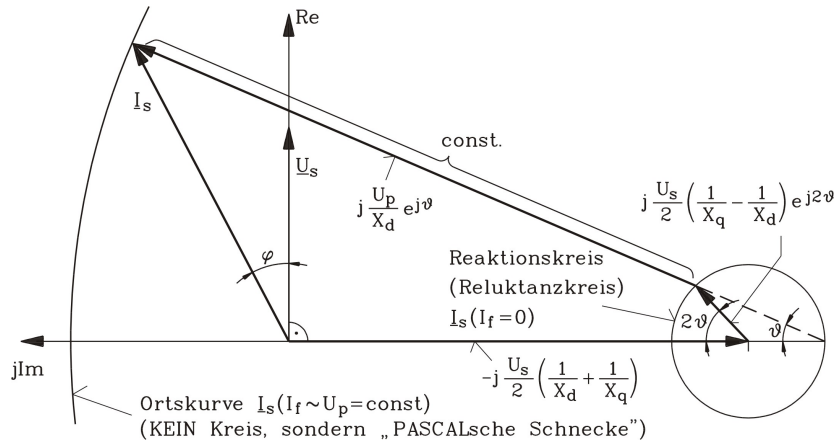
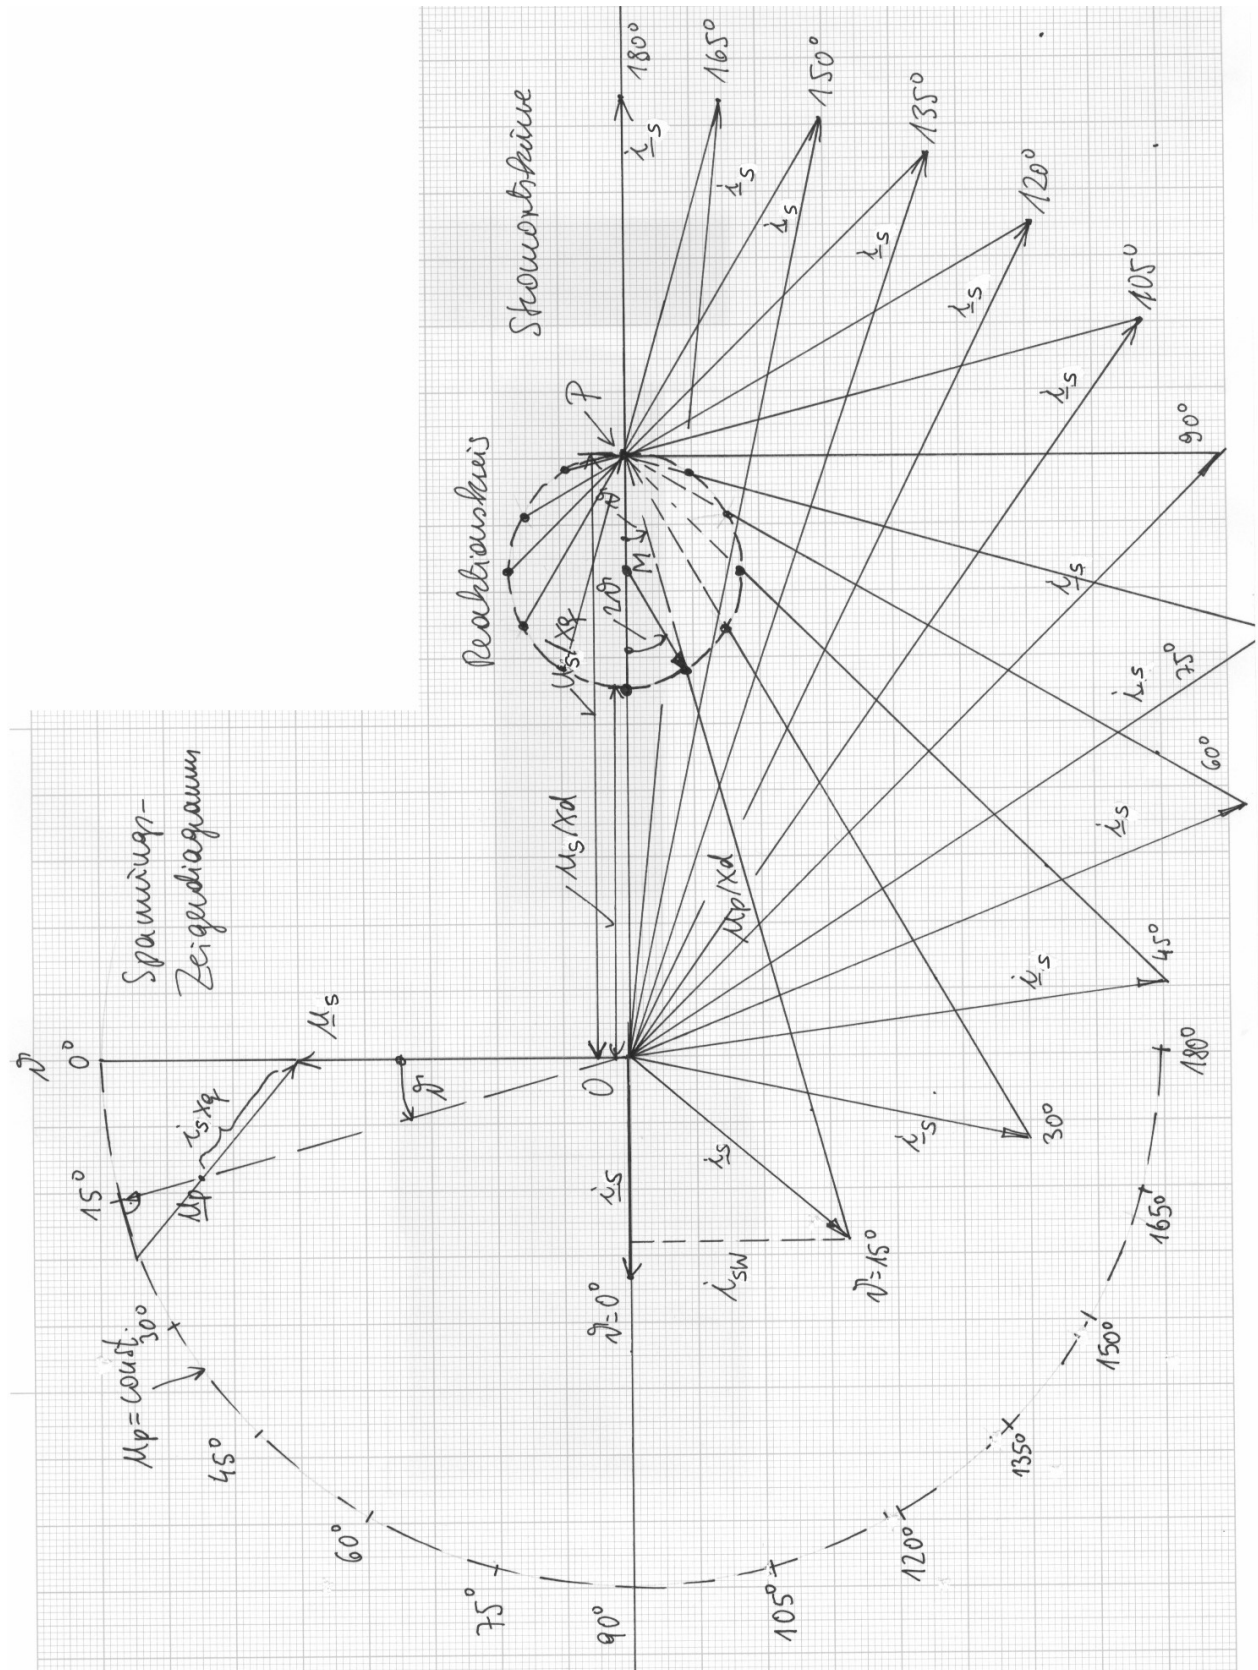

Bild 3.5-2: Stromortskurve einer Synchronmaschine bei gegebener Stator- und Polradspannung als Funktion des Polradwinkels
Bild 3.5-3: Stromzeigerdiagramm (in bezogenen Größen) als Ortskurve in Abhängigkeit vom Polradwinkel bei konstanter Spannung und Polradspannung
2) Indem U_s und U_p konstant gehalten werden und der Polradwinkel verändert wird, erhält man Bild 3.5-3 nach den Regeln von Bild 3.5-2.
Man erhält das Moment aus dem Wirkstrom von Bild 3.5-3: